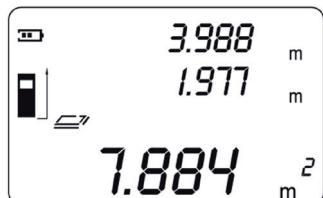

Abb. 10
- Nochmals die Read-Taste betätigen, um den Flächeninhalt in der untersten Zeile des Displays anzuzeigen; die Breite wird gleichzeitig in der zweiten Zeile angezeigt (Abb. 10).